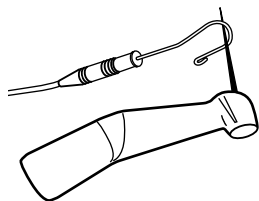

Fig. 7 Attivazione del rilevatore apicale con gancio da labbro e file nel contrangolo VDW 6:1
3. Per accendere il rilevatore apicale, portare il gancio da labbro a contatto con il file per circa 3 secondi. **Non toccare lo stopper durante questa operazione!** Vedere la Fig. 7.